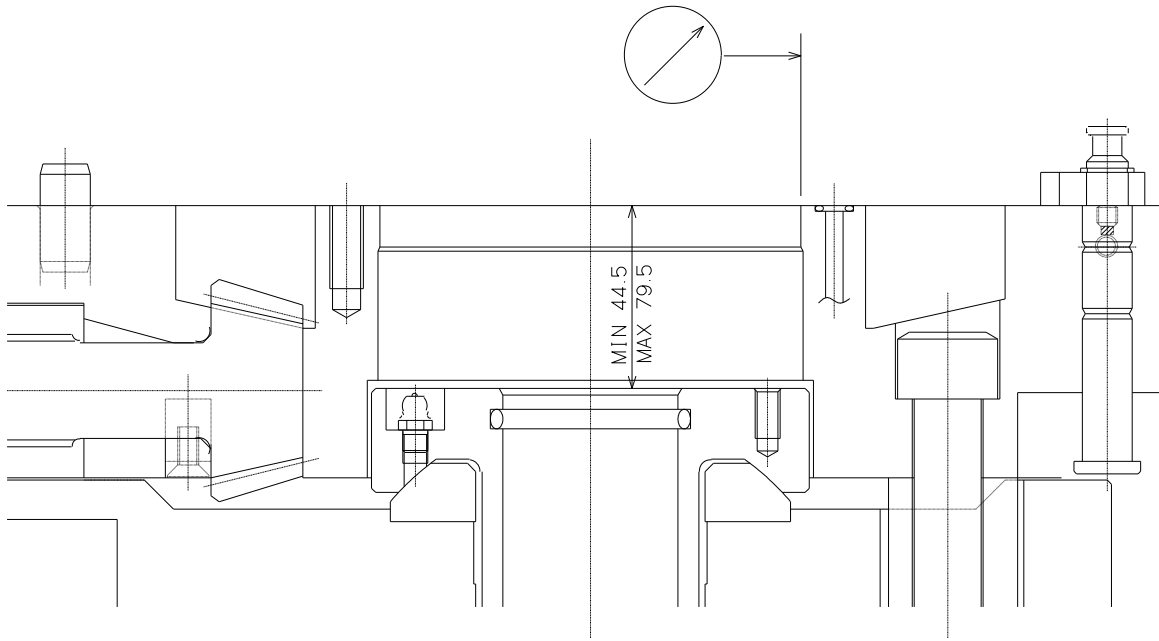

图 10
- ① 作業前に必ず機械の主電源を切ってください。また、ピストンは前進端にて作業を行います。
- ② ダイヤフラムプレート ASSY を【A】ボデーと【B】リアボデーで挟み込み、【02】六角穴付ボルトで仮縫いします。
- ③ 【05】六角穴付ボルトで【D】プランジャに【Z】連結用ハンドルを取り付けます。
- ④ 【Z】連結用ハンドルを回して、【D】プランジャをドローパイプに締めこみます。
- ⑤ 【01】六角穴付ボルトでチャックを仮縫いします。図 10 のように径振れ 0.02mmT.I.R. 以下となるように調整し、【01】と【02】の六角穴付ボルトを規定トルクで締め付けます。
- ⑥ 【Z】連結用ハンドルを用いて、図 10 のように【D】プランジャの位置を調整します。なお、プランジャにはクリックストップ(回り止め装置)がついていますので、この手応えのあった位置で調整完了するようにしてください。その後、チャックをフルストロークさせて規定のストローク量が得られていることを確認してください。
- ⑦ 【N】センタギヤと心出し治具を取り付け、心出し治具の心振れを調整してください。
- ⑧ レバー、バランスピンを取り付けます。
- ⑨ 組立後、グリースを給油します。(P-24 参照)